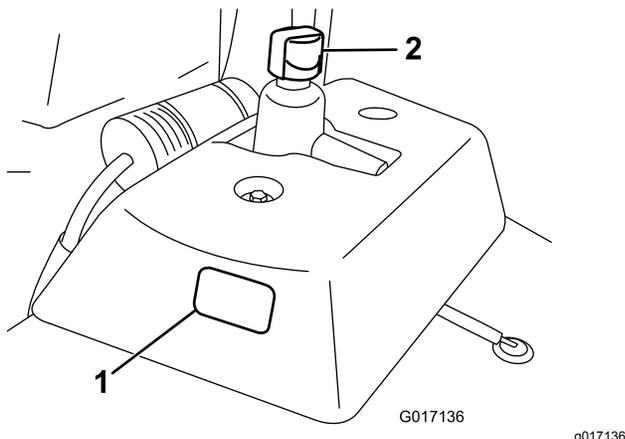

Figura 48
- Controllate il livello dell'olio attraverso il vetro spia, sul fianco del serbatoio ausiliare dell'olio (Figura 48).